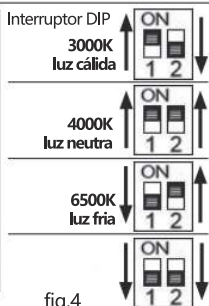

fig.4
- 5. fig. 4:** Ajuste el color de la luz blanca a través del interruptor DIP.